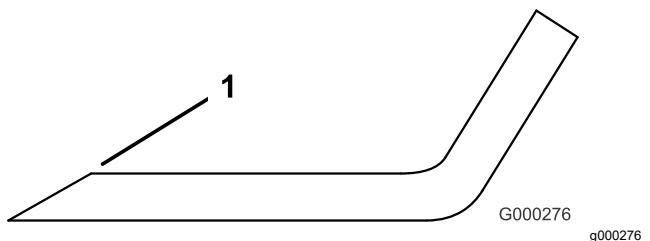

Figura 99
3. Inspeccione los filos de corte de todas las cuchillas, y afílelos si están romos o tienen mellas (Figura 99).
Nota: Afíle únicamente la parte superior del filo y mantenga el ángulo de corte original para asegurar un filo correcto (Figura 99). La cuchilla permanece equilibrada si se retira la misma cantidad de metal de ambos filos de corte.